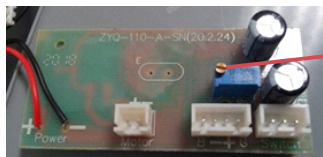

Рис.2
3. Вставить отвёртку в шлиц (Рис.2) потенциометра, вращая шлиц установить необходимый диапазон срабатывания датчика дистанционного включения;